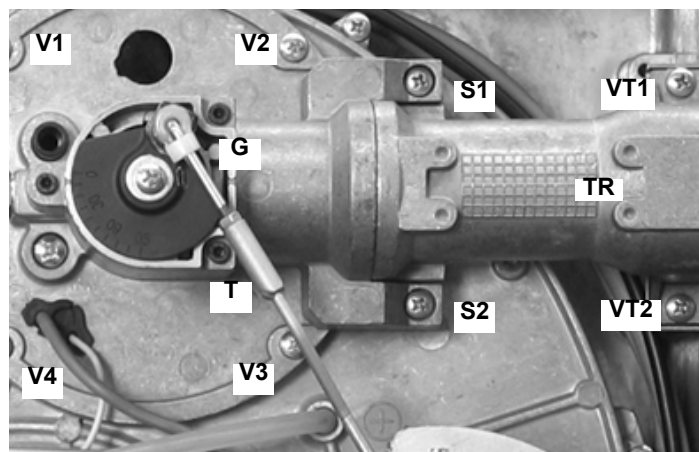
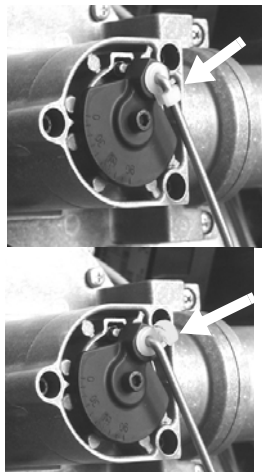

Fig. 62
Fig. 63
- Smontaggio esame e pulizia testa di combustione (vedi Fig. 62 e successive).
- 1 Sbloccare, tramite il gancio in plastica **G**, il tirante **T** (Fig. 62 - Fig. 63) di regolazione della farfalla gas ed estrarlo dalla sua sede tirando verso l'esterno.
- 2 Rimuovere le 4 viti **V1**, **V2**, **V3**, **V4** e la coppia di viti **S1** e **S2** (Fig. 62).